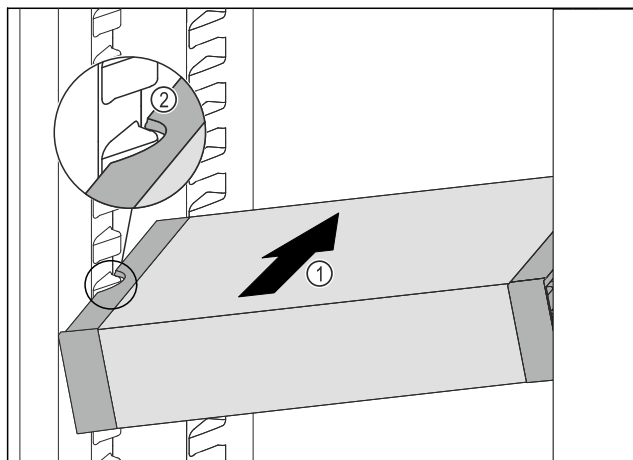

Fig. 213
- Вдвигайте VarioSafe под наклоном в холодильное отделение Fig. 213 (1), пока боковые выемки Fig. 213 (2) VarioSafe не окажутся на высоте выступа резервуара в холодильном отделении.